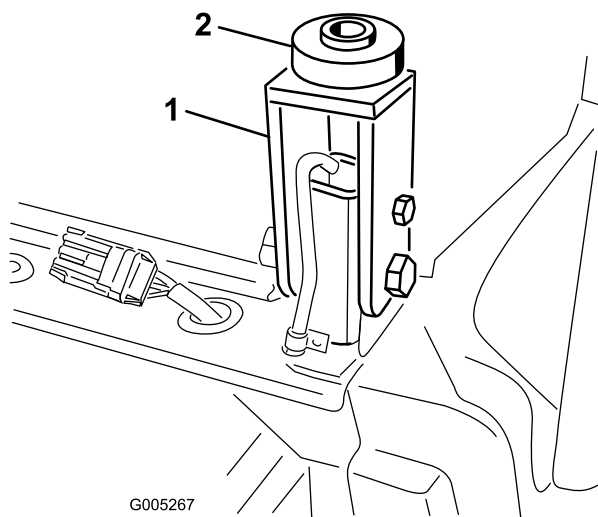

Figure 40
9. Insérez un support en caoutchouc sur chaque support de la cabine, aux points de montage arrière (Figure 40).